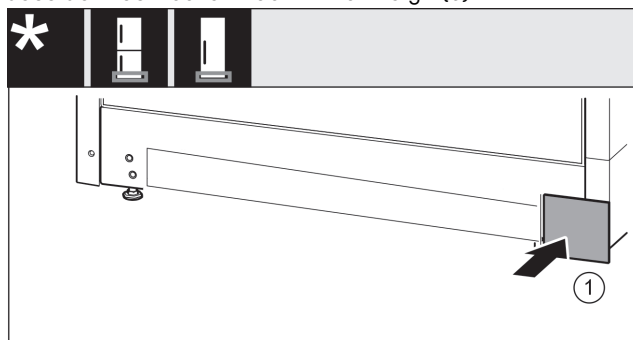

Fig. 37
- ▶ Abdeckung auf der anderen Seite wieder aufsetzen. *Fig. 37 (1)*